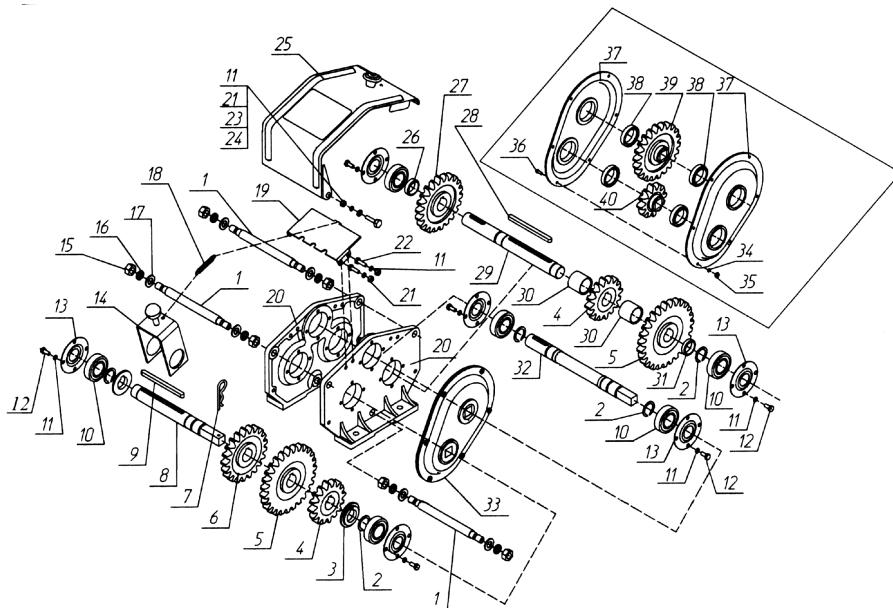

Рис.16. Механизм передач
3.3.5 Механизм передач (рис. 16) состоит из двух литых боковин 20, соединенных между собой тремя стяжками 1. На валу 29 неподвижно установлены три шестерни 27; 4; 5. На валу 3 установлен подвижный блок, состоящий из трех шесте-